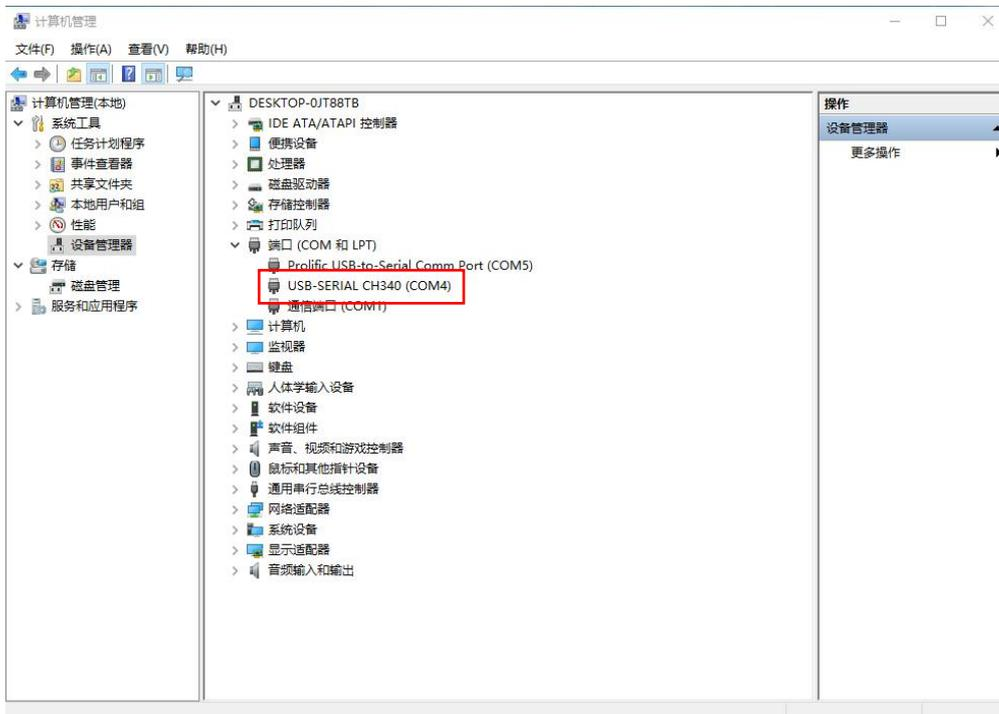

图 1.3
2、右键“此电脑”点管理，然后点开“设备管理器”再点开串口查看串口号，如图 1.3